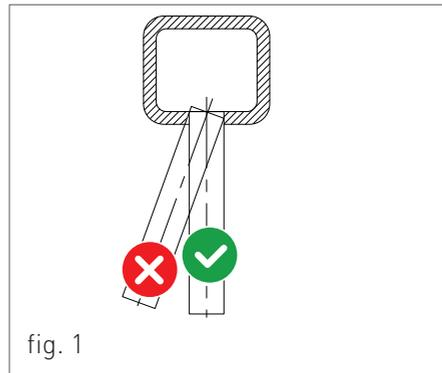

fig. 1
- > Il condotto di scarico deve essere perpendicolare con la parete interna opposta del camino o della canna fumaria (fig. 1).
Per questo tipo di caldaia sono disponibili le seguenti configurazioni di scarico dei fumi: B23P, B33, C13, C33, C43, C53, C63, C83 e C93 (vedi Fig. 1).